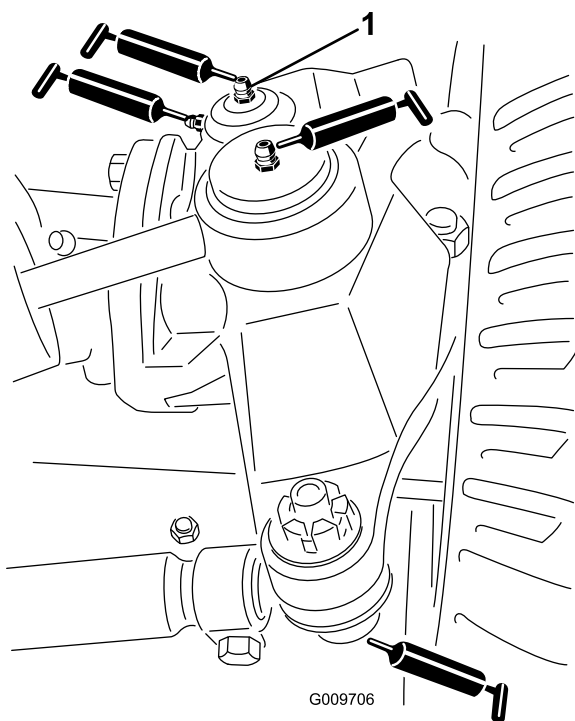

図 45
- 図 45 に示す、ステアリングシリンダのボールジョイント 2ヶ所
- 図 45 に示す、タイロッドのボールジョイント 2ヶ所
- 図 45 に示す、キングピンのブッシュ 2ヶ所